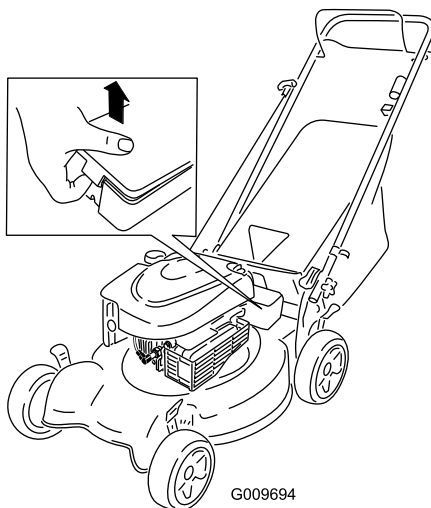

Figure 25
1. Dégagez les deux extrémités du couvercle de la batterie et déposez le couvercle (Figure 25).